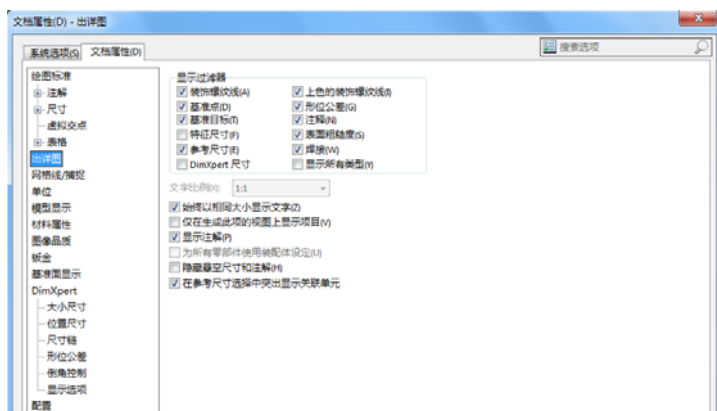

图 2-78 “文档属性-出详图”对话框
3. 设置“出详图”选项卡中的各选项。选择图 2-78 中的“出详图”选项，弹出如图 2-78 所示的“文档属性-出详图”对话框。在其中的“显示过滤器”一栏中，选择要使用的选项；在“文字比例”一栏中，设置相应的选项。